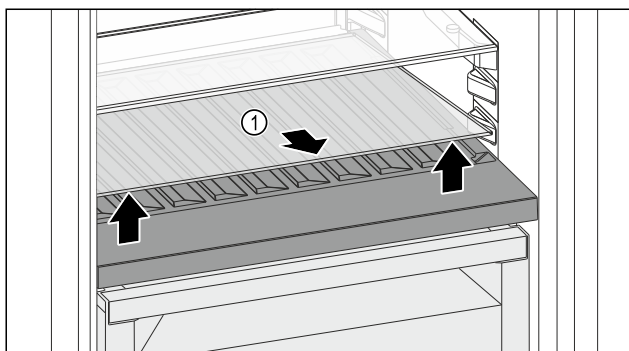

Fig. 102
- Skleněnou desku Fig. 102 (1) zvedněte za vybrání vpředu a vyjměte ji.
- Skleněnou desku Fig. 102 (1) uložte bezpečně mimo spotřebič.
- Skleněnou desku (2) vložte pod variabilní přihrádku na láhve.